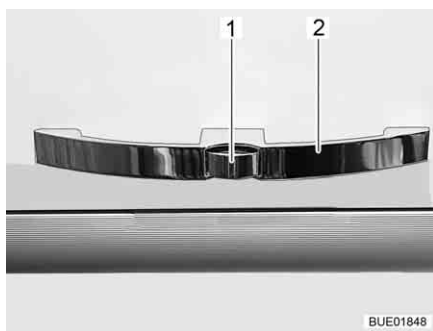
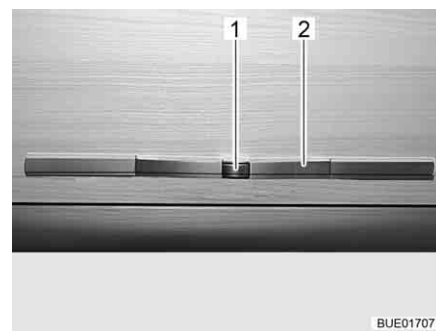

Bild 58 Skåplucka med handtag (exempel)
Bild 59 Skåplucka med handtag (alternativ)
- Tryck på låsknappen (Bild 58,1 eller Bild 59,1) på handtaget (Bild 58,2 eller Bild 59,2) och håll den nedtryckt.